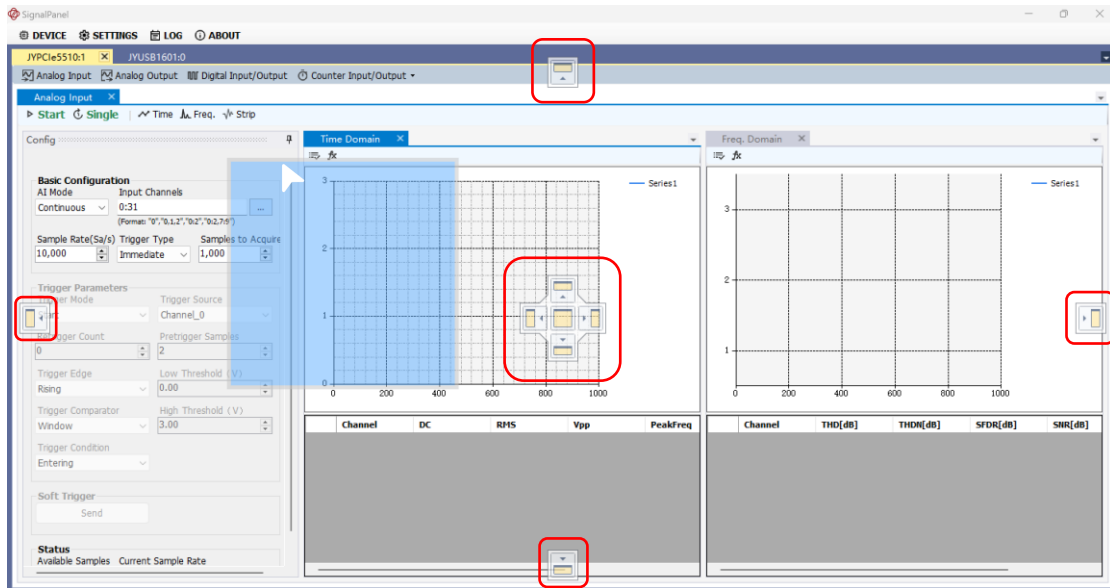

图 22 保持鼠标左键长按，拖动界面
2. 拖动时保持长按鼠标左键，将跟随鼠标移动的蓝色方框拖动到指示布局的标志处（下图 22 红色方框位置），不同的标志代表了拖动的界面最终相对于其